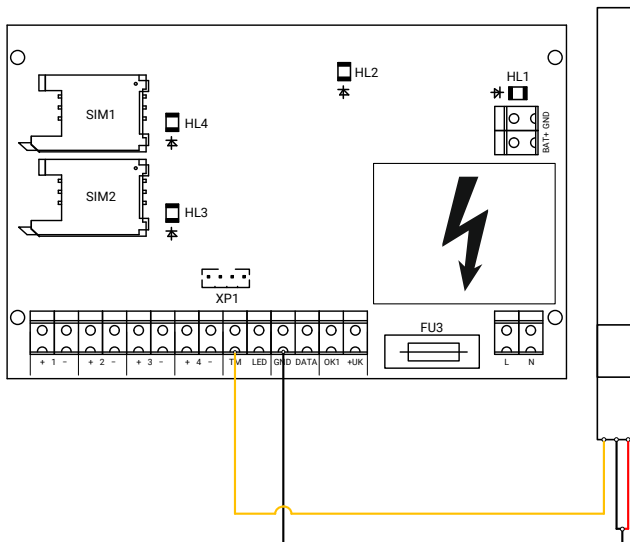

Рисунок 11. Схема подключения датчика температуры
Подключите датчик к клеммам прибора ТМ и GND (рисунок 11).
*Датчики некоторых производителей могут не работать при подключении по схеме выше (рис. 11).*